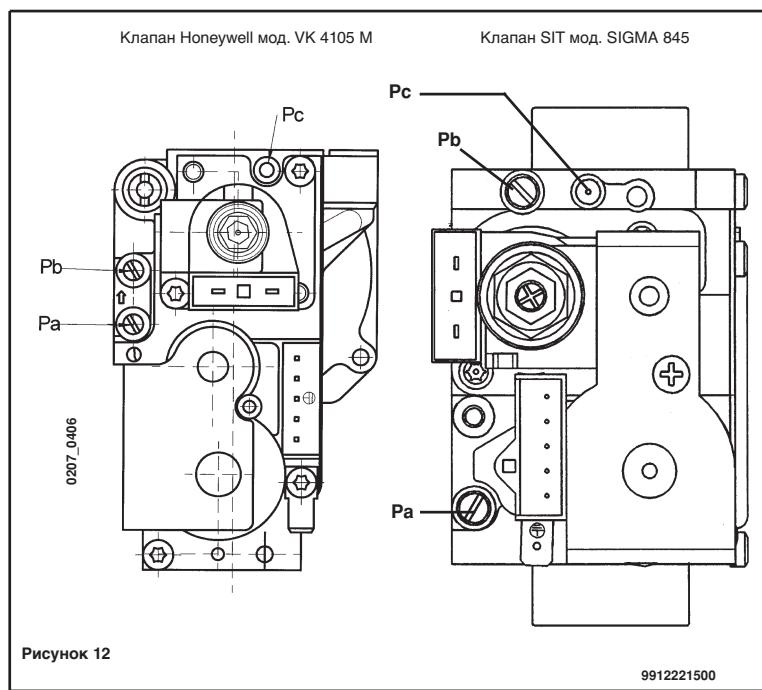

Рисунок 12
Порядок настройки регулятора давления слегка отличается в зависимости от типа используемого газового клапана (HONEYWELL или SIT, см. рис. 12).
- Присоединить линию положительного давления дифференциального манометра, желательно водяного типа, к точке отбора давления (P_b) газового клапана (см. рис. 12). Если котел имеет герметичную камеру, присоединить к линии отрицательного давления того же дифманометра подходящий тройник, позволяющий соединить между собой уравнительную линию котла, уравнительную линию газового клапана (P_c) и сам манометр. (Чтобы произвести этот замер, можно также подключить манометр к точке отбора давления (P_b) и снять переднюю панель герметичной камеры.)
- Проверить, что динамическое давление подачи газа на котел, замеренное в точке отбора давления (P_a) газового клапана (см. рис. 12), равнялось требуемому значению (30 мбар для бутана, 37 мбар для пропана, 20 мбар для природного газа).